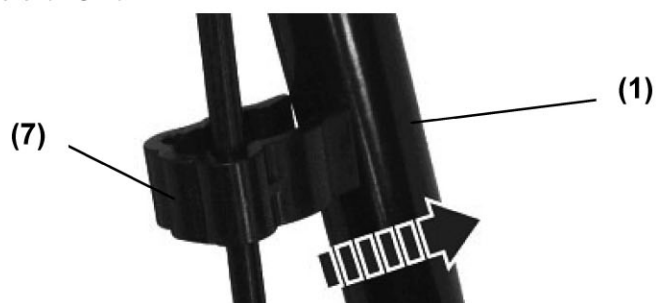

Fig. 4, den ene siden på øvre håndtak
- > Fest wirene med wirefestet (7). Monter wirene i sporet på festene og skyv det på det nedre håndtaket (1) (Fig.4).